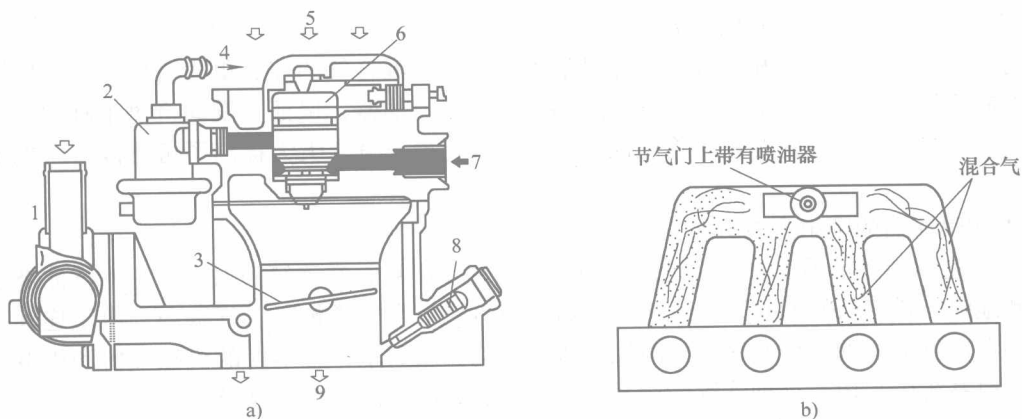

图 1-3 单点燃油喷射系统
(1) 单点燃油喷射系统 单点燃油喷射系统(图 1-3), 简称 SPI, 也称为节气门体喷射系统(TBI), 是在节气门体上安装一个或两个喷油器(图 1-3b), 向进气歧管中喷射燃油从而形成可燃混合气。这种燃油喷射系统对混合气的控制精度比较低, 各个气缸混合气的均匀性也比较差, 国产沈阳金杯、上海奇瑞、长城迪尔等部分车型采用这种单点电喷系统。